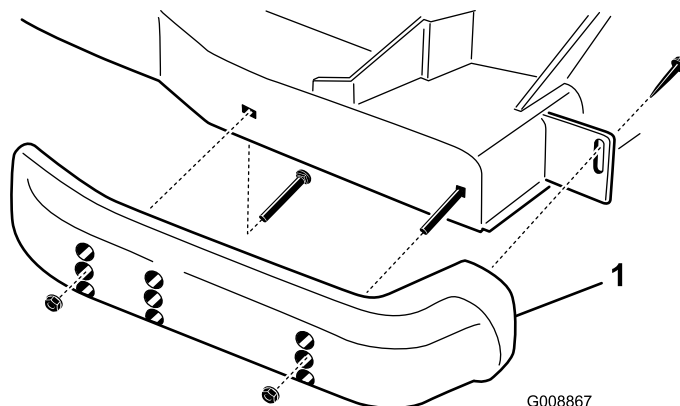

Bild 30
- Lösen Sie die Schraube vorne an jeder Kufe (Bild 30).
- Nehmen Sie die Bundbolzen und Muttern von jeder Kufe ab (Bild 30).